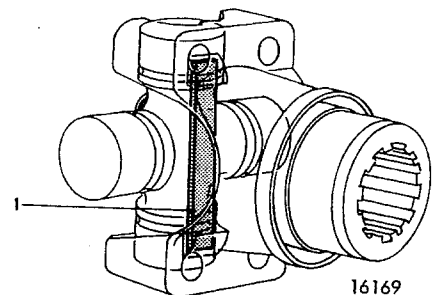

Fig 09—5. Hopsatt kardanknut
1. Se till att bandet 1 fig 09—5 kommer att ligga i de avsedda urtagen i medbringaren.